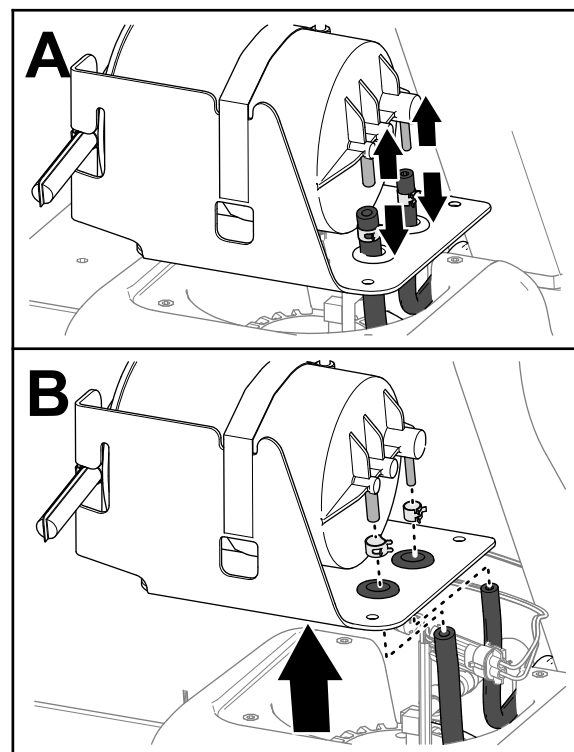

図 85
4. フィッティングからホースを外す 図 85。
5. ホースからホースクランプを外す 図 85。
6. カーボンキャニスタを燃料タンクから外す 図 85。